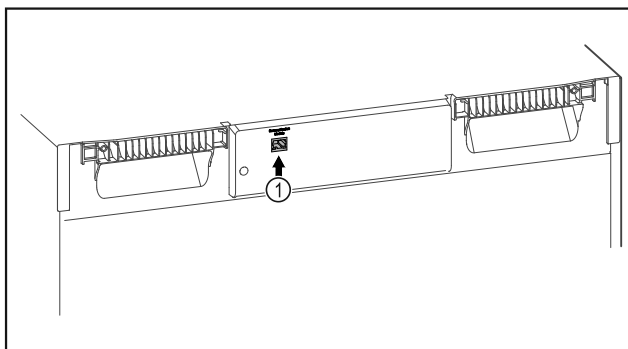

Fig. 86
- ☐ SmartModule Fig. 86 (1) is geplaatst.